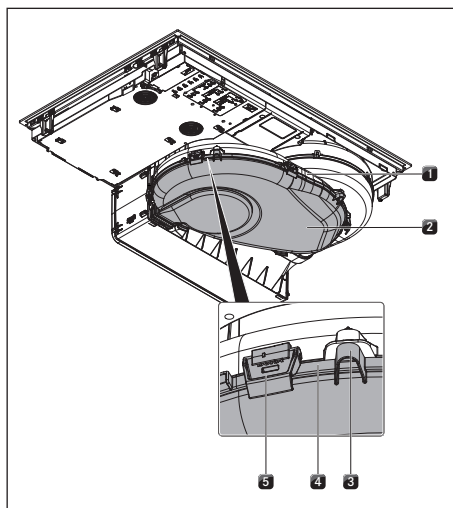

bild. 8.4 Luftledningskåpa
- ▶ I inströmningsöppningen drar du filterbytesklaffen ut ur filterkåpens öppning (Avlägsna filterbytesklaffen se bild 8.4).